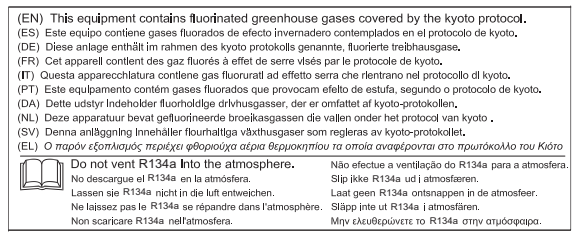

Figure 2. F-Gas Label for Indoor unit
- Angiv mængderne på etiketten med uudsletteligt blæk: ① - Fabrikspåfyldning, ② - Ekstrapåfyldning & ③ - Samletpåfyldning.
- Sæt det beskyttende klæbemærke (der leveres sammen med brugervejledningen) på. Se fig. 2.